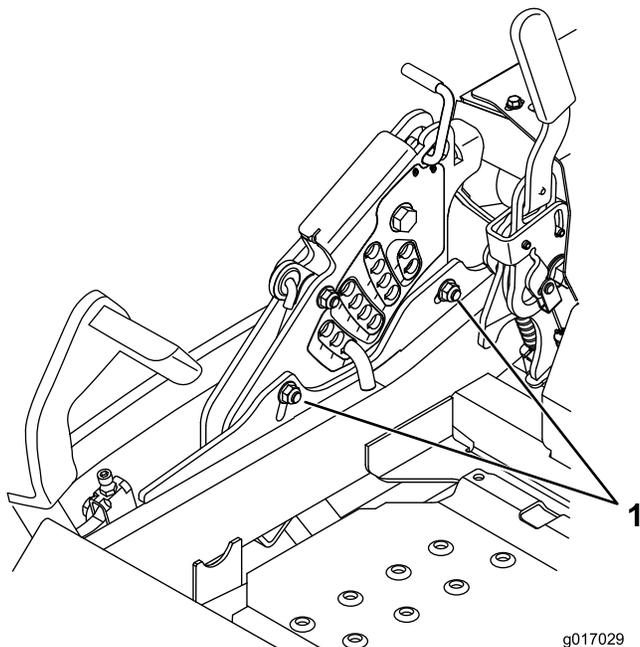

Figura 88
- Para ajustar el sistema de ajuste de un solo punto, afloje los dos pernos situados cerca del borde inferior de la pletina de altura de corte. Consulte Figura 88.
- Apriete los dos pernos situados cerca del borde inferior de la pletina de altura de corte (Figura 88). Apriete a 37–45Nm (27–33pies-libra).